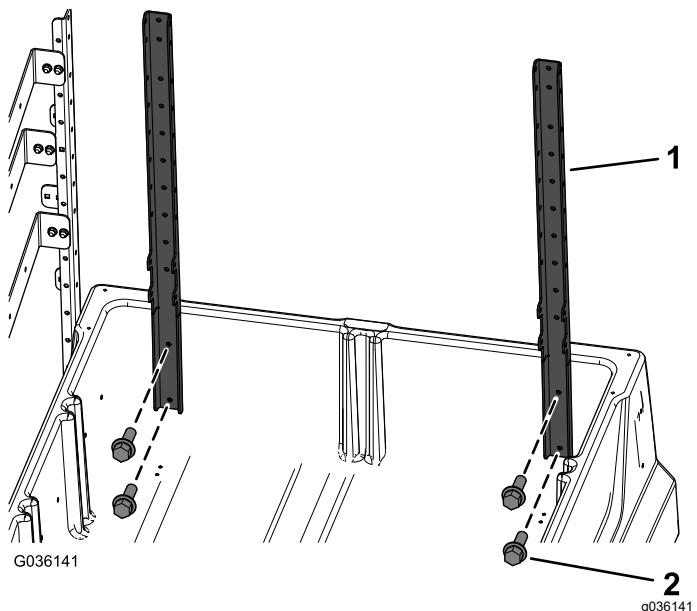

Bild 4
3. Befestigen Sie die zwei aufrechten Rahmenhalterungen lose mit vier Sechskantschrauben ($\frac{1}{4}$ " x $\frac{3}{4}$ ") an der Innenseite der Ladepritsche, wie in Bild 4 abgebildet.